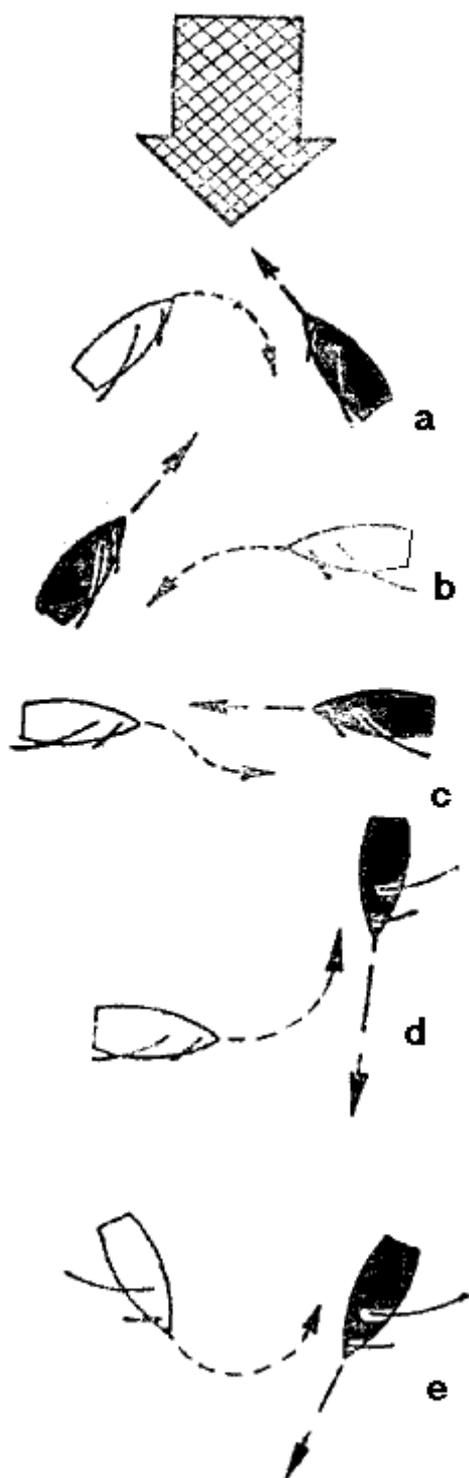

Рис. 219. Право дороги в случае отсутствия обгона по международным правилам парусных соревнований. Черная яхта во всех случаях обладает правом дороги:
1. В противоположность ППСС гоночные правила различают только два курса: крутой бейдевинд и полный. Курс фордевинд относится к полным курсам (рис. 219).